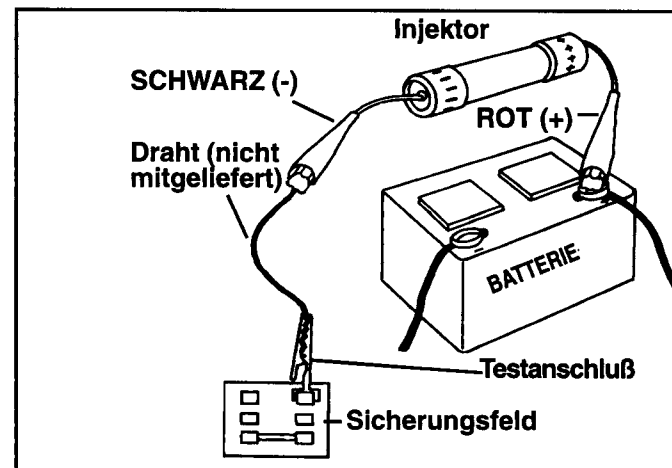

Abbildung 2
1. Den roten Injektorleiter (+) am positiven Batteriepol und den anderen (schwarzen) Leiter an ein Stück isolierten Draht (nicht mitgeliefert), der bis zum Sicherungsfeld reicht anschließen (Siehe nachstehende Abbildung 2).